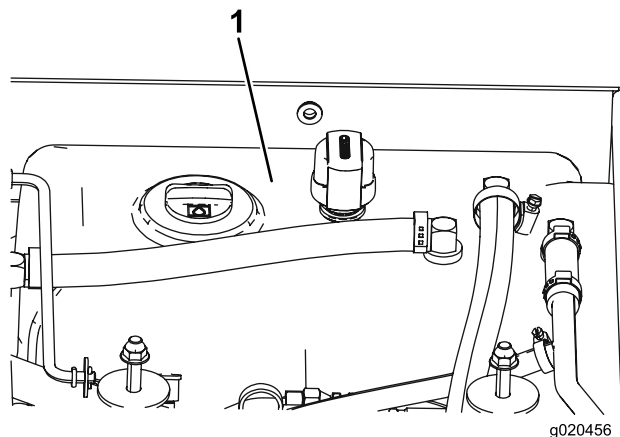

Figure 75
- Remplissez le réservoir (Figure 75) de liquide hydraulique ; voir Contrôle du niveau de liquide hydraulique (page 57).